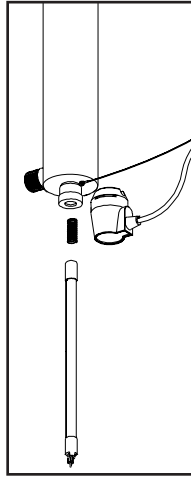
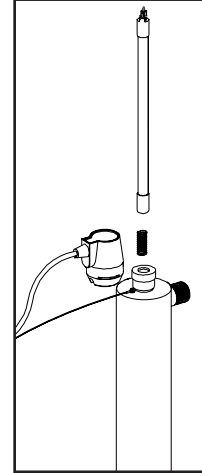

FIGURE 2C
FIGURE 2D
3. Pour l'installation d'une lampe neuve, retirer d'abord la lampe de son emballage de protection; veiller encore à ne pas toucher la surface de verre de la lampe. Insérer délicatement la lampe dans le réacteur (à l'intérieur de la gaine de quartz – Figure 2C). Insérer complètement la lampe dans le réacteur, mais laisser la lampe dépasser de deux pouces hors de la chambre du réacteur. Ensuite, brancher à la lampe UV. Le connecteur comporte un repère de positionnement qui empêche un branchement incorrect (Figure 2B). S'assurer que le connecteur soit parfaitement enfoncé sur la lampe UV (Figure 2D).
3. To install a new lamp, first remove the lamp from its protective packaging, again being careful not to touch the lamp glass itself. Carefully insert the lamp into the reactor vessel (actually inside the quartz sleeve) (Figure 2C). Insert the lamp fully into the chamber leaving about two inches of the lamp protruding from the chamber. Next, attach the connector to the UV lamp (Figure 2B). The connector is “keyed” and will only allow correct installation in one position. Ensure the connector is fully seated onto the UV lamp (Figure 2D).